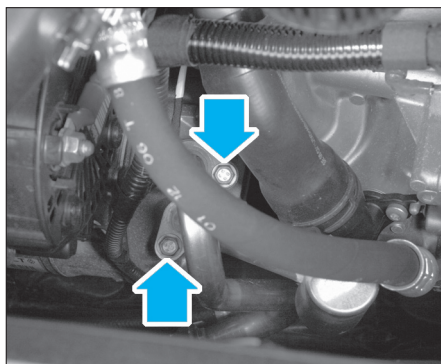

FIG. 15
- Déposer les tuyaux de climatisation (fig. 15).